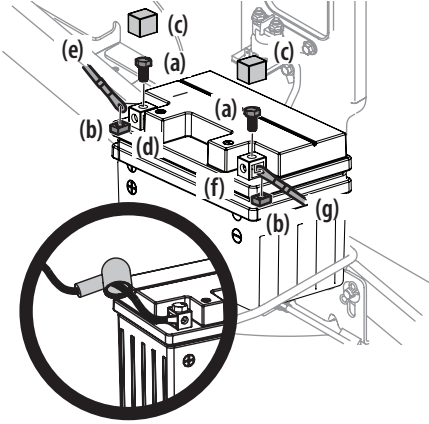

Figura 13
1. Extraiga los tornillos hexagonales (a) y las tuercas cuadradas (b) situados en el extremo del arnés de cables o en la bolsa que acompaña a este manual. Guarde los herrajes para uso posterior. Consulte la Figura 13.
2. Retire la cubierta plástica (c), si está presente, del borne positivo de la batería (d) y una el cable rojo (e) al borne positivo de la batería (b) utilizando uno de los tornillos hexagonales (a) y las tuercas cuadradas (b) que se extrajeron en el paso 1. Use un destornillador Philips. Consulte la Figura 13.
3. Retire la cubierta plástica (c), si está presente, del borne negativo de la batería (f) y una el cable negro (g) al borne negativo de la batería (f) utilizando el tornillo hexagonal restante (a) y la tuerca cuadrada (b). Consulte la Figura 13.
4. Coloque el capuchón de caucho rojo por encima del borne positivo de la batería para protegerlo contra la corrosión. Vea el inserto en la Figura 13.